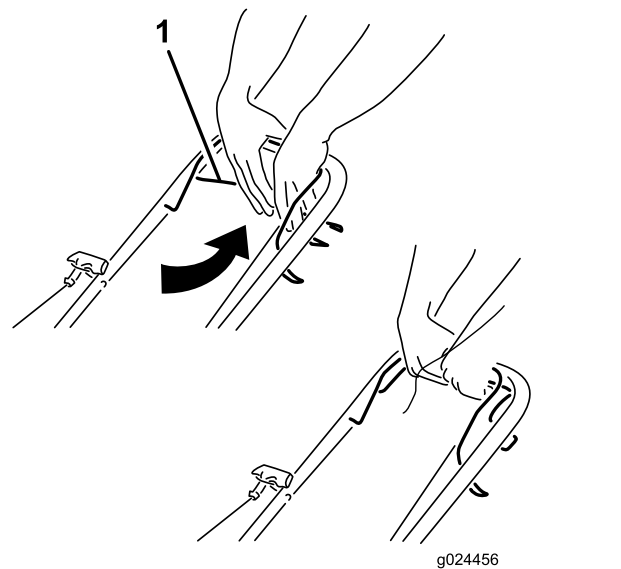

図 14
- 自走を開始するには自走バーをハンドルに押し付けるように握り込む 図 14。